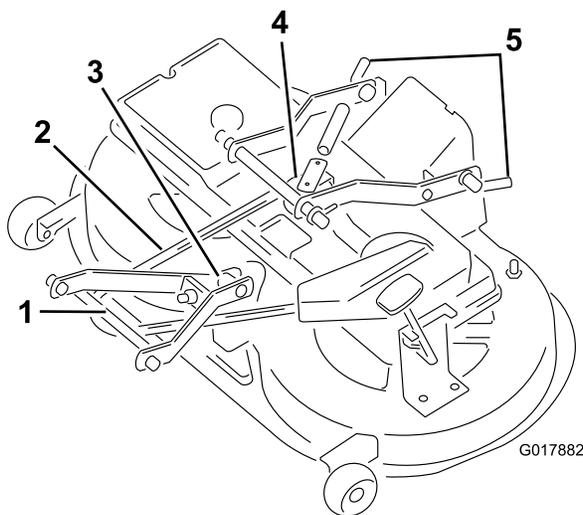

Figure 45
9. Tirez l'ensemble bras de poulie de tension vers l'intérieur et déposez la courroie trapézoïdale de la poulie (Figure 45).
- Retirez la goupille entre la tringlerie du bras avant et le carter de tondeuse (Figure 45).
- Enlevez la courroie trapézoïdale de la poulie du moteur (Figure 45).